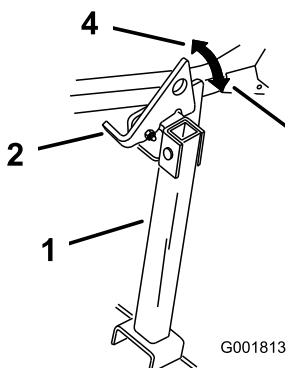

Figura 42
2. Alzate il dispositivo di chiusura per sbloccarlo (Figura 42).